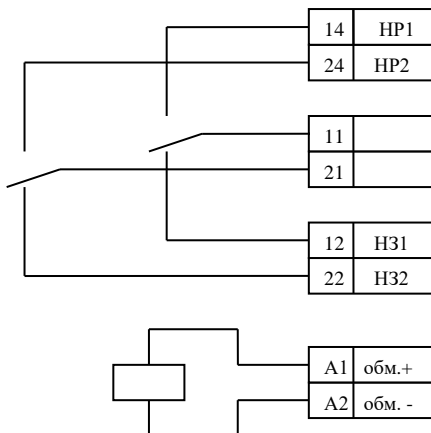

Рис. 8. Внешний вид и схема блока силового реле STN607
2.9. Выносные блоки силовых реле для включения внешних устройств используются покупные типа STN607 или другого типа, аналогичного по параметрам, и управляются через электронные ключи пульта. Каждый блок реле содержит две группы переключающих контактов, позволяющих использовать одновременно две нормально разомкнутых или нормально замкнутых пары. Количество блоков реле и способ их подключения к пульту определяются требуемым алгоритмом включения внешних устройств (одно общее реле, несколько реле для групп каналов или отдельно по порогам, отдельно по каналам и др.), подключение производится потребителем. Всего допускается использование до 8 блоков реле для пульта контроля А-4М и до 16 блоков реле для пульта контроля А-8М. Внешний вид и схема блока реле показаны на рис. 8.
4.6. Выносные силовые реле соединяются проводами любого типа сечением 0,2 – 1мм² с клеммными колодками на нижней стороне пульта в соответствии с требуемым алгоритмом включения реле. На корпусе блока реле имеется маркировка в соответствии с рис. 8. Отрицательный вывод обмотки каждого реле «A2» является общим и соединяется с клеммой «←» 1 или 2-го порога пульта (см. рис.13). Положительный вывод «A1» соединяется с клеммой требуемого канала и порога, а если реле является общим для нескольких каналов, соответствующие клеммы соединяются между собой. Силовые провода от внешних устройств соединяются с клеммами контактов реле в соответствии с маркировкой нормально разомкнутых или замкнутых контактов.